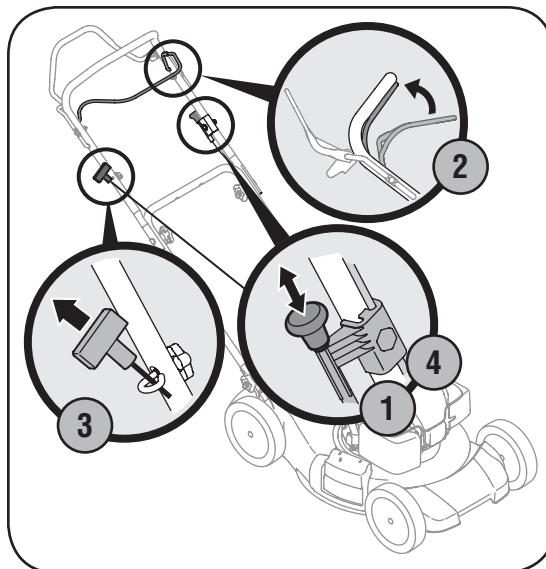

Figura 4-2: Poner en marcha la podadora.
1. Saque la perilla de estárter localizada en el lado izquierdo del mango superior. Vea la Figura 4-2.
2. Colóquese detrás de la podadora, apriete la manija de control de la cuchilla y sosténgala contra la manija superior. Ver la Figura 4-2.
3. Sostenga firmemente las dos manijas juntas, tome la manija del arrancador de retroceso y tire de la cuerda para sacarla con un movimiento rápido y continuo. Vea la Figura 4-2. Mantenga firme la manija del arrancador, deje que la cuerda regrese lentamente al arrancador. Repita hasta que el motor esté en marcha. Deje que la cuerda se enrosque lentamente de regreso.